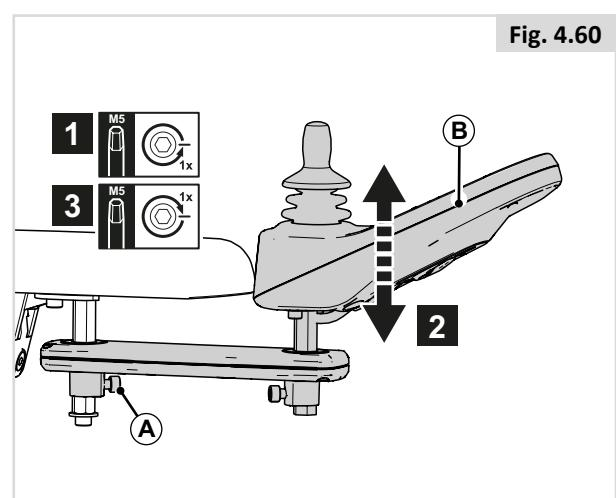

Fig. 4.60
Höjd på styrenhet (1) (Fig. 4.60)
1. Lossa (A) ett varv.
2. Justera (B) till önskat läge.
3. Dra åt (A).